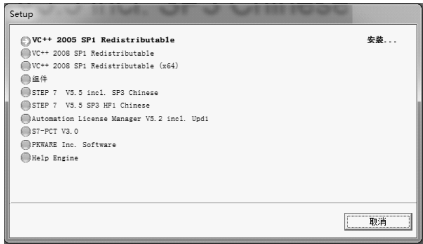

图 3-5 安装软件进行中
5) 安装软件开始进行，如图 3-5 所示，在以后的安装过程中，仅需要单击“下一步”按钮即可。此软件的安装过程是：先安装 STEP 7 所需要的环境和插件，再安装 STEP 7 软件，最后安装小工具和帮助。